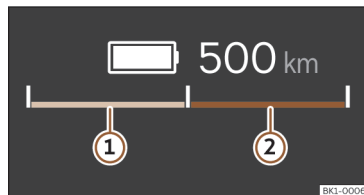

Fig. 4 En el cuadro de instrumentos digital: indicador de potencia (representación esquemática).
Mediante la barra dividida por la mitad, el indicador de potencia muestra permanentemente la disponibilidad de recuperación de la energía de frenado»» **fig. 4 ①** (verde) en el lado izquierdo y la disponibilidad de propulsión»» **fig. 4 ②** (azul) en el lado derecho.